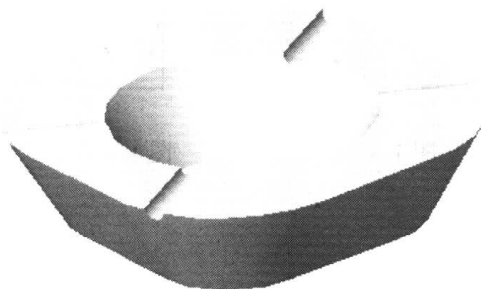

图 2-1 最终效果图
本例制作烟灰缸，效果如图 2-1 所示。
18. 单击“着色”工具栏上的 $\bullet$ 按钮, 对烟灰缸进行着色, 得到最终效果如图 2-1 所示。